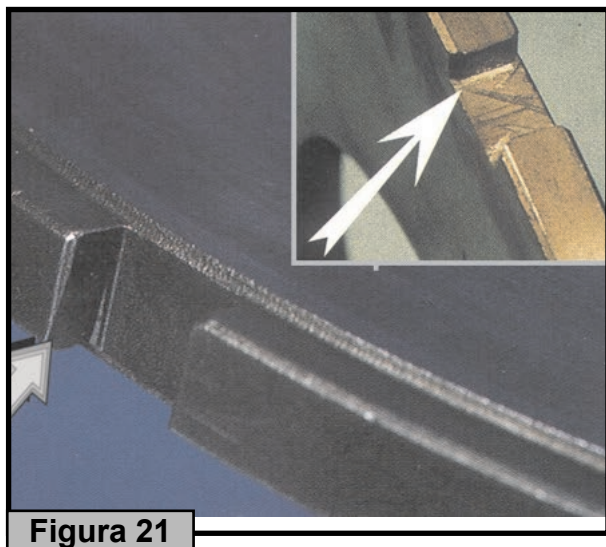

Figura 21
B) Figura 21 - Pinos montados de maneira incorreta, fora de esquadro ou levantados. Observe na figura a existência de um risco na parte inferior do canal. Essa evidência mostra que o pino estava levantado causando a má função.
C) Figura 21 - Detalhe mostra canal retrabalhado com lima.